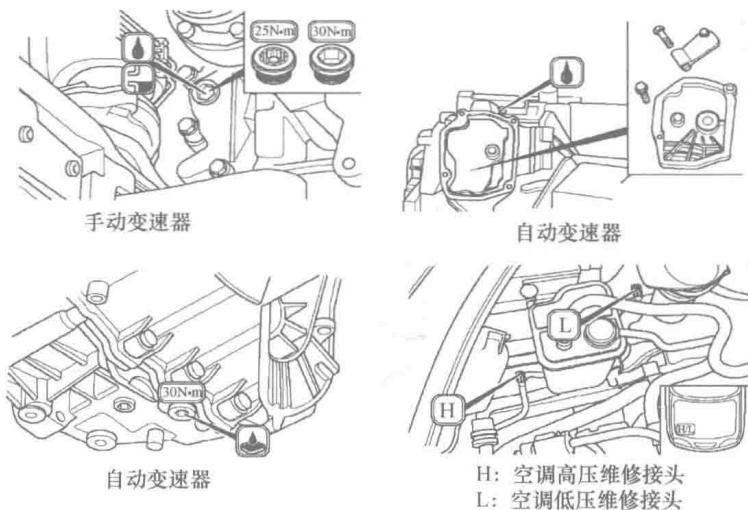

图 1-1-1 奥迪 A3 1.4L TFSI 轿车油液泄放和加注螺塞位置识别
(1) 奥迪 A3 1.4L TFSI 轿车泄放和加注螺塞位置识别 (图 1-1-1)